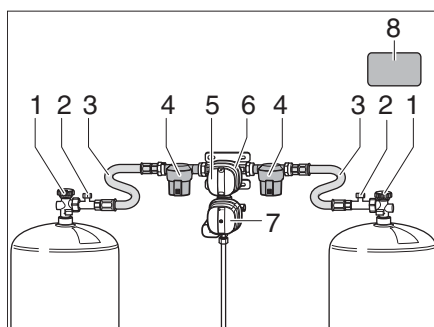
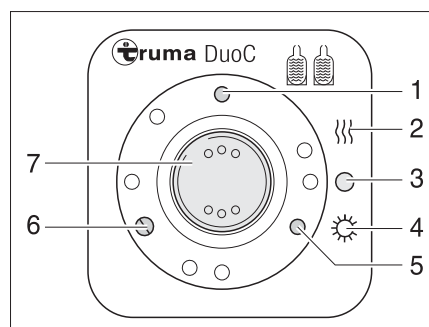
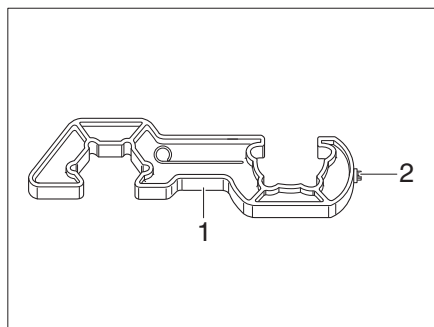
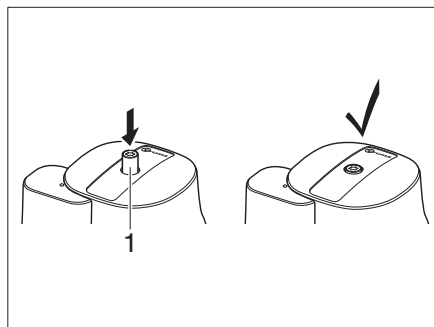

Fig. 210 Dispositif de commutation DuoControl
Fig. 211 Unité de commande
Fig. 213 Dispositif de vissage
Fig. 214 Crash-Sensor
Le dispositif de commutation DuoControl est constitué d'une robinetterie de commutation (Fig. 210,6) et de l'unité de commande (Fig. 211). La robinetterie de commutation est montée entre les flexibles de gaz (Fig. 210,3). Avec le bouton rotatif (Fig. 210,5) sur la robinetterie de commutation, on peut déterminer laquelle des bouteilles de gaz est la bouteille de service et quelle bouteille de gaz est utilisée comme bouteille de réserve.
La robinetterie de commutation (Fig. 210,6) est équipée de l'installation de dégivrage du régulateur EisEx. On évite ainsi des dérangements de l'installation de gaz en hiver.
Avant la robinetterie de commutation se trouvent de chaque côté un filtre à gaz (Fig. 210,4), lequel protège l'installation de gaz de l'encrassement par l'huile et des impuretés.
Seules les fonctions électriques peuvent être commandées sur l'unité de commande (Fig. 211). Les robinets principaux des bouteilles de gaz (Fig. 210,1) doivent être ouverts manuellement.
Lorsque le voyant de contrôle vert (Fig. 211,6) est allumé, la bouteille de service est pleine. Lorsque le voyant de contrôle rouge (Fig. 211,5) est allumé, la bouteille de service est vide. L'alimentation en gaz se fait alors via la bouteille de réserve.
- Ouvrir les robinets principaux (Fig. 210,1) sur les bouteilles de gaz.
- Avec le bouton rotatif (Fig. 210,5) situé sur la robinetterie de commutation (Fig. 210,6), sélectionner la bouteille de gaz à partir de laquelle le gaz sera utilisé principalement (bouteille de service). Toujours tourner le bouton rotatif à fond.
- Mettre le commutateur à bascule (Fig. 211,7) sur "O" (Fig. 211,3). Le voyant de contrôle jaune (Fig. 211,1) s'éteint.
- Fermer les robinets principaux (Fig. 210,1) sur les bouteilles de gaz.
Les voyants de contrôle de l'unité de commande (Fig. 211,5 et 6) signalent à l'intérieur du véhicule si la bouteille de gaz est en état de marche.
Lorsque le voyant de contrôle vert (Fig. 211,6) s'éteint pendant le fonctionnement et que le voyant de contrôle rouge (Fig. 211,5) s'allume, la bonbonne de gaz sélectionnée comme bouteille de service est vide et doit être remplacée. La bouteille de réserve alimente les appareils à gaz.
- ▶ Pour visser et dévisser les flexibles à haute pression, utiliser le dispositif de vissage (Fig. 213,1) fourni. Il assure le couple de serrage requis et prévient l'endommagement du raccord vissé par l'utilisation d'un outil incorrect.
- Fermer le robinet principal (Fig. 210,1) sur la bouteille de gaz vide.
- Dévisser le flexible à haute pression (Fig. 210,3) de la bouteille de gaz à l'aide du dispositif de vissage (Fig. 213).
- Raccorder la bouteille de gaz pleine au flexible à haute pression (Fig. 210,3).
- Ouvrir le robinet principal (Fig. 210,1) sur la bouteille de gaz.
- Tourner le bouton rotatif (Fig. 210,5) de la robinetterie de commutation (Fig. 210,6) d'un demi-tour de manière à ce que la bouteille remplacée serve de bouteille de réserve.
- Appuyer sur le bouton (Fig. 210,2) de la sécurité de rupture de flexible sur le tuyau flexible haute pression afin de l'activer.
- Le cas échéant, appuyer sur le bouton de réinitialisation (Fig. 214,1) sur le Crash-Sensor.
- ▶ Tenir compte de l'autocollant de sécurité (Fig. 210,8) sur le compartiment à gaz.
- Avec le Torx T20 (Fig. 213,2), enfoncer le bouton de déverrouillage (Fig. 214,1) sur le dispositif de vissage, tourner légèrement dans le sens des aiguilles d'une montre et maintenir pendant 5 secondes. Le Crash-Sensor est prêt à fonctionner lorsque le bouton de déverrouillage (Fig. 214,1) reste en position abaissée.
- Après le remplacement de la bouteille de gaz, appuyer avec force sur le bouton vert (Fig. 210,2) sur le flexible à haute pression (Fig. 210,3).